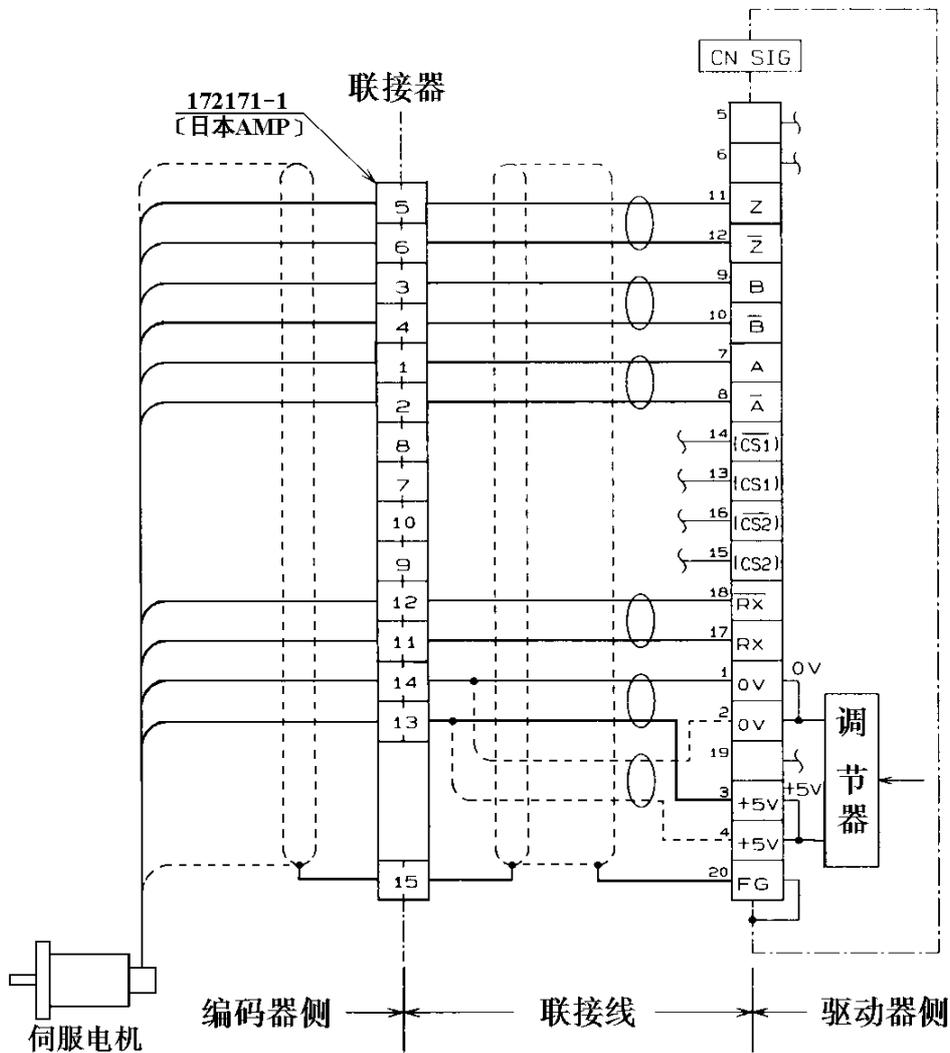

图 5-3 联接器 CN SIG 的接线举例
- (1) 参阅图 5-3 “CN SIG 的接线举例”。
- (2) 对于编码器电缆线，请用导体至少 0.18mm^2 的双绞屏蔽线。
- (3) 电缆线最大长度是 20m，如果线太长，推荐采用双线以减少对 5V 电源的电压降落。
- (4) 请将屏蔽线同 CN SIG 的 20 引脚相接。将电动机屏蔽线同驱动器屏蔽线相联接。
- (5) 电动机侧用空心插头，端子 15 与电机外壳相接。
- (6) 同电源线(R、S、T、U、V、W)相离尽量远(30cm 或更大)，并且避免捆在一起或接在同一接线槽内。